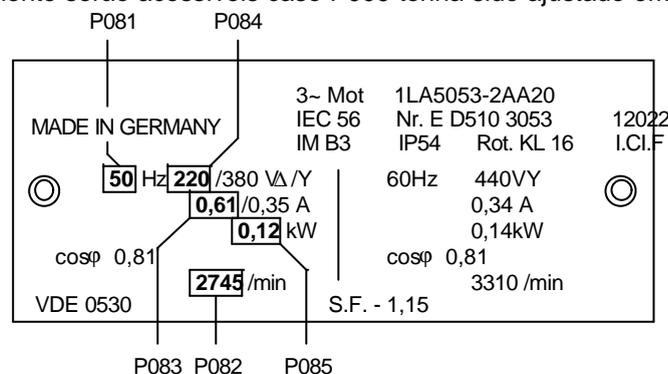

Figura 8: Exemplo de placa de identificação de um motor
- (1) O inversor não possui nenhuma chave principal de rede, portanto o mesmo estará ativo quando conectado à alimentação principal. O equipamento aguarda, com a saída bloqueada, o acionamento da tecla PARTIR ou um sinal equivalente através do borne 5 (sentido horário) ou 6 (sentido anti-horário), veja os parâmetros P051 a P053.
- (2) Caso seja selecionado para visualização a frequência de saída (P001 = 0), quando o inversor não estiver operando será visualizado o valor de referência em intervalos de aproximadamente 1,5 segundos.
- (3) O inversor vem programado de fábrica para aplicações padrão com motores normalizados de 4 pólos da Siemens. No caso de serem utilizados outros motores, será necessário ajustar nos parâmetros P081 a P085 os dados contidos na placa de identificação do motor (ver figura 8). Considerar que estes parâmetros somente serão acessíveis caso P009 tenha sido ajustado em 002 ou 003.